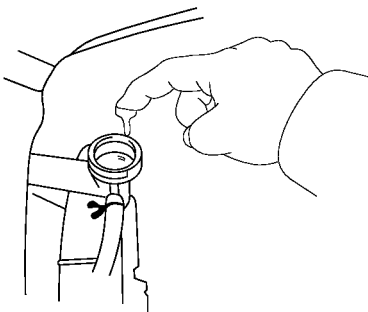

图 4-13 检散热器有没有锈迹或积垢
(2) 检查冷却液质量。检查散热器盖或散热器注水口的周围有没有任何锈迹或积垢，如图 4-13 所示。